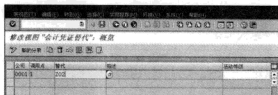

图 5-41 “修改视图‘会计凭证替代’：概览”界面
STEP 1 在命令栏输入 SPRO 命令，通过菜单选择“财务会计→财务会计全局设置→凭证→行项目→在会计凭证中定义替代凭证”选项，或者直接在命令栏输入 OBBH 命令，进入“修改视图‘会计凭证替代’：概览”界面，如图 5-41 所示。